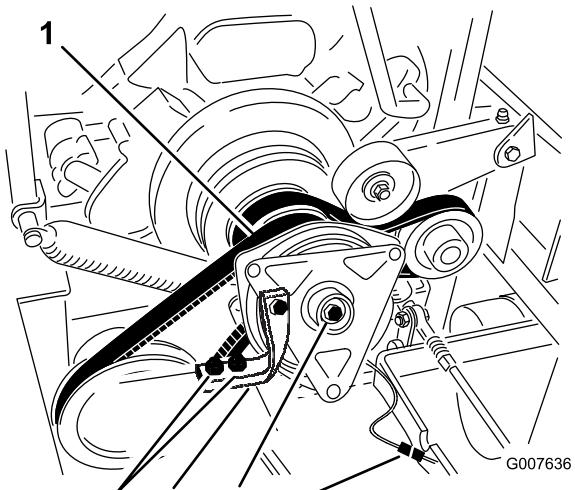

Figura 52
6. Desenchufe el conector eléctrico del embrague (Figura 52).
7. Retire los dos pernos que sujetan la correa de goma del embrague al bastidor del cortacésped (Figura 52).
8. Retire el perno central que sujeta el embrague al eje del motor, y retire el embrague y la chaveta (Figura 52).
15. Sujetando el cigüeñal en la parte trasera de la máquina, instale el perno central y apriételo a 68 Nm (50 pies-libra) (Figura 52).
16. Instale la correa de goma del embrague al bastidor del cortacésped con los dos pernos y tuercas que se retiraron anteriormente (Figura 52).
18. Enchufe el conector eléctrico del embrague (Figura 52).